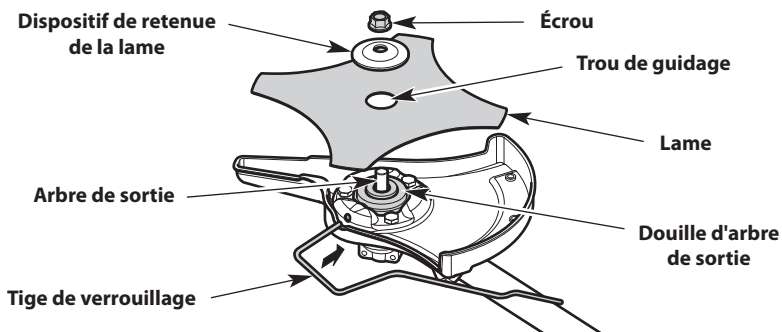

Fig. 17
4. Tout en maintenant la tige de verrouillage en place, placez la lame sur la bague de l'arbre de sortie (Fig. 17).
AVERTISSEMENT : Pour éviter des blessures graves, assurez-vous que le trou de guidage sur la lame repose bien à plat contre la bague de l'arbre de sortie (Fig. 17). L'appareil se mettra à vibrer et la lame peut se libérer si elle n'est pas centrée.
5. Placez le dispositif de retenue de la lame sur l'arbre de sortie avec la surface plate reposant contre la lame (Fig. 17).
6. Vissez l'écrou sur l'arbre de sortie (Fig. 17).